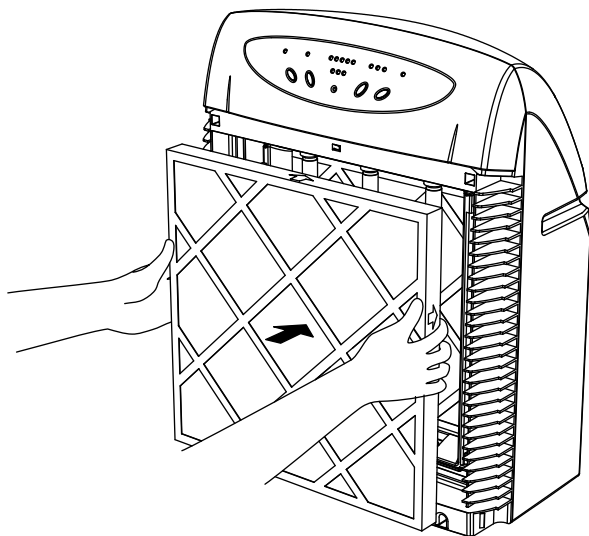

Рис. 9
10. Установите в прибор входной фильтр. При этом стрелки на боковой поверхности фильтра должны быть направлены внутрь прибора к воздушной турбине (рис.9).